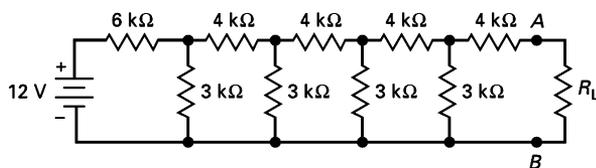

Figure 1.21
- 1.34** Calculez (figure 1.21) le courant de sortie pour chacune des résistances de charge : $0,1 \text{ k}\Omega$; $2 \text{ k}\Omega$; $3 \text{ k}\Omega$; $4 \text{ k}\Omega$; $5 \text{ k}\Omega$; $6 \text{ k}\Omega$.